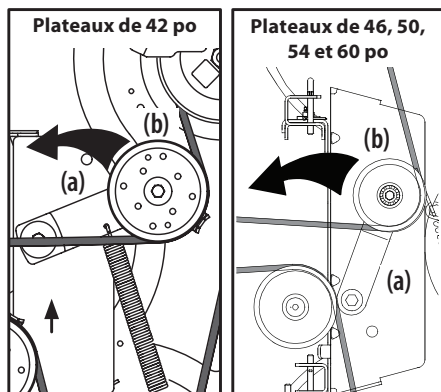

Figure 40
- a. À l'aide de la poignée de levage du plateau ou de la pédale et du bouton de levage du plateau, élevez-le jusqu'à la position la plus horizontale possible entre les galets tendeurs du plateau et la poulie de la PDF située au bas du moteur. Consultez la Figure 40.
- b. En partant du milieu du tracteur, faites pivoter le support du galet (a) et le galet tendeur mobile (b) vers l'arrière avec un éloignement suffisant pour soulever la courroie et la faire passer au-dessus de la poulie de fusée. Consultez la Figure 40.